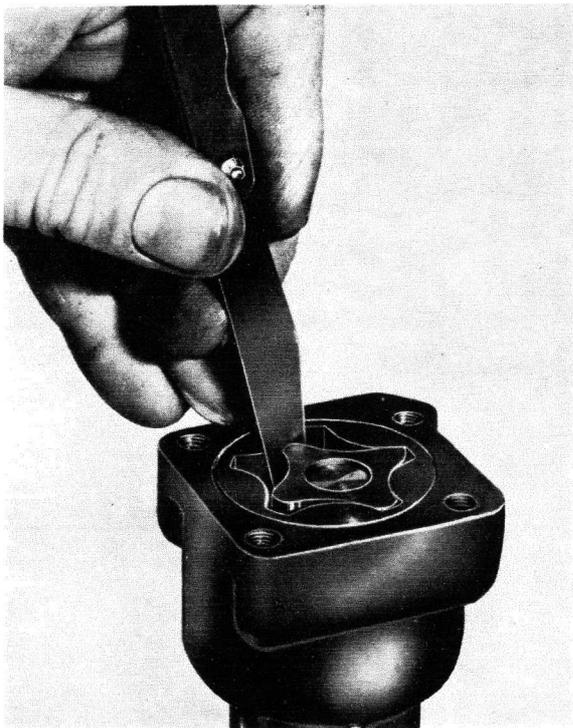

Fig. 28
- a) En plusieurs points le jeu entre le rotor intérieur et le rotor extérieur (fig. 28). Ce jeu ne doit pas excéder 0,15 mm.